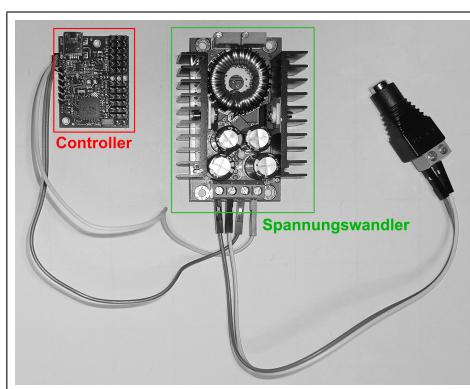

Abbildung 1: Controller und Spannungswandler (Quelle: eigene Aufnahme)
- Controller: Mini Maestro 12-Channel USB Servo Controller (Abb. 1 auf Seite 6)
- Spannungswandler: DC 7-32V to 0.8-28V Adjustable Step Down Power Supply Module Buck Converter (Abb. 1 auf Seite 6)